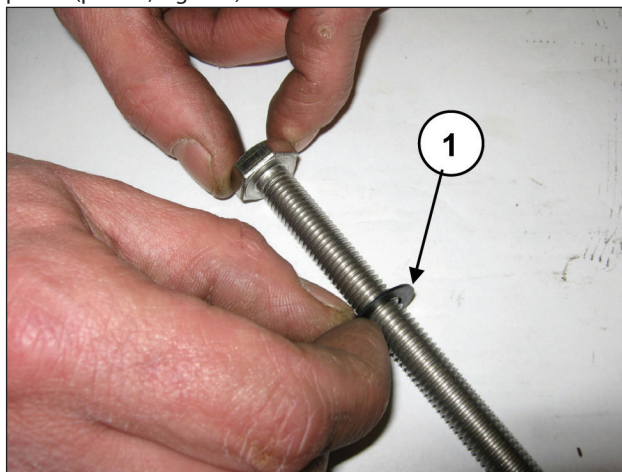

Fig. 181
Introducir la arandela Ø10x18x0,9 en el tornillo de fijación del pistón (pos. ①, Fig. 181).